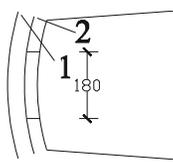

图 4-1-10
使用绘制直线命令 LINE，绘制如图 4-1-10 所示的两条短的水平线段。接着要画圆弧，其具体操作步骤如下：
指定圆弧的起点或 [圆心 (C)] : // 按 F3 键打开捕捉功能，单击如图 4-1-10 所示的点 1
指定圆弧的第二个点或 [圆心 (C)/端点 (E)] : // 单击如图 4-1-10 所示点 1 和点 2 之间适当的一点
指定圆弧的端点 : // 单击如图 4-1-10 所示的点 2